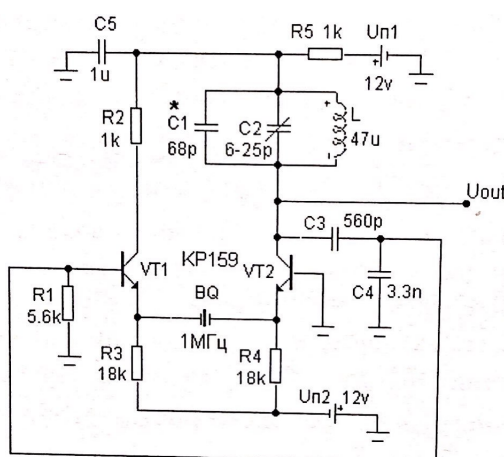

Рис. 4: Схема кварцевого генератора с использованием последовательного резонанса кварца
1. Замкнем цепь обратной связи как на рис. 4. Вместо кварца подключим резистор  $R = 300 \Omega$ . Измерим амплитуду выходного колебания.